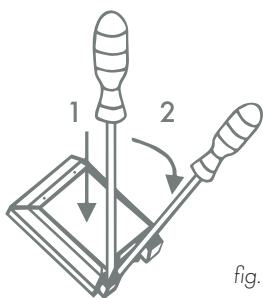

fig. 05
- Usando el destornillador, abra la tapa del conector en la parte de atrás del artefacto. Suelte los dos seguros ubicados a cada lado de la parte inferior del conector, como se muestra en la (fig.05).